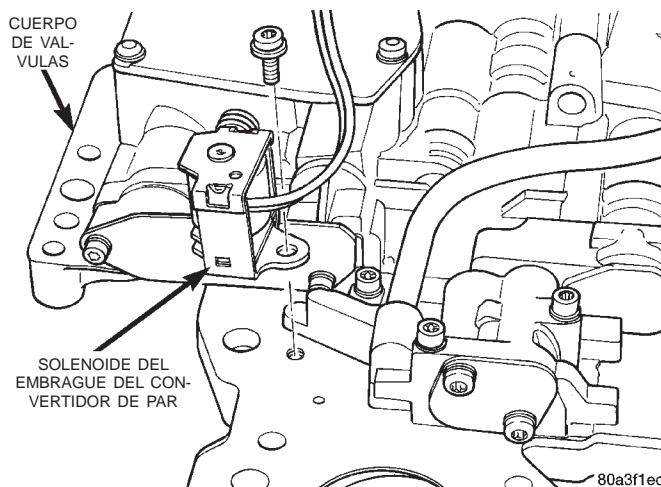

Fig. 49 Solenoide del embrague del convertidor
(11) Retire el solenoide del embrague del convertidor de la placa separadora (Fig. 49). Se requiere una